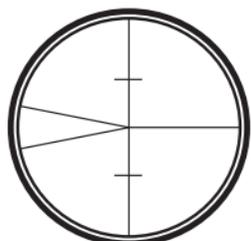

Fig. 3
1. Schwenken Sie das Objekt auf einen hellen Hintergrund oder halten Sie ein weißes Blatt Papier vor das Objektiv. Danach drehen Sie am Okular, bis das Fadenkreuz klar und deutlich sichtbar ist (Abb. 3).